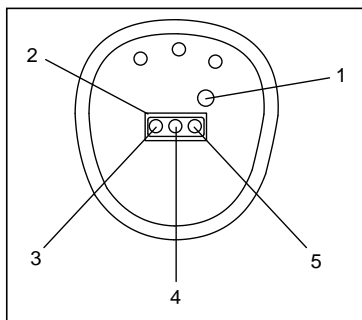

Рис. 1
Нажмите и удерживайте кнопку (1) индикации уровня зарядки, расположенную в нижней части батареи (рис. 1).